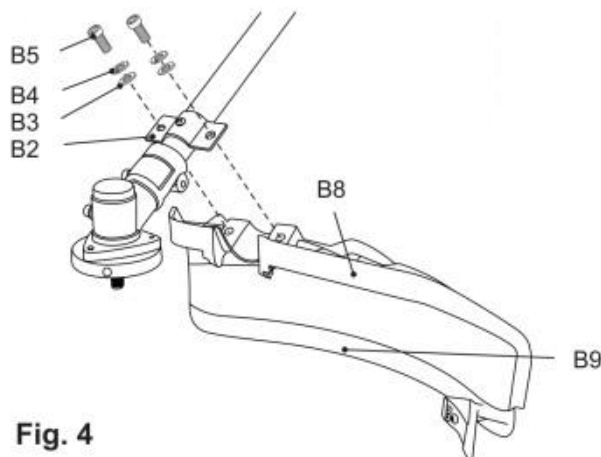

Fig. 4
- 3) Sichern Sie die Verbindung mit Schrauben (B5) , Federscheiben (B4) und Unterlegscheiben (B3) unter Verwendung des Werkzeugs (E4) .(Abb.4).